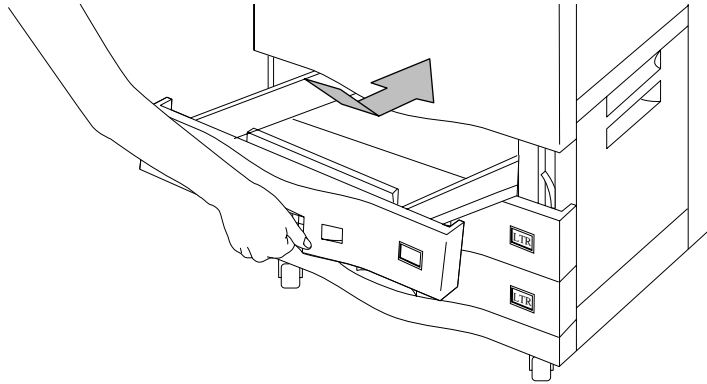

Abbildung 3-3 Installieren des zusätzlichen Papierfachs
3. Ziehen Sie den zusätzlichen Papierschacht wie in Abbildung 3-3 gezeigt heraus. Neigen Sie das Eingabefach leicht nach oben, bis es nicht mehr auf den seitlichen Führungen aufsitzt, und nehmen Sie es anschließend genau wie das Standard-Eingabefach heraus.
4. Installieren Sie das zusätzliche Papierfach wie in Abbildung 3-3 gezeigt. Neigen Sie das Eingabefach leicht nach unten, bis es auf den seitlichen Führungen aufsteht, und schieben Sie es anschließend genau wie das Standard-Eingabefach hinein.